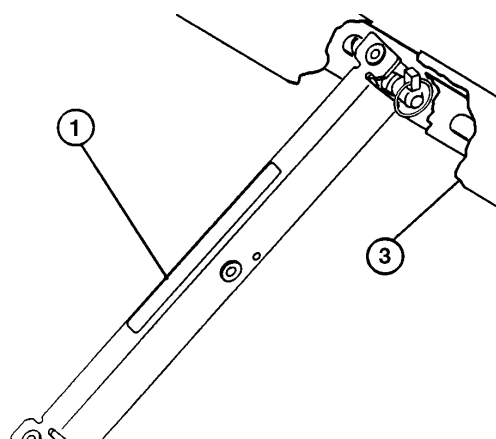

Figure 11
- C. Pousser la béquille sur la tige de vérin en s'assurant que les languettes d'extrémité sont appuyées contre le corps du vérin et l'extrémité de la tige (Fig. 11).